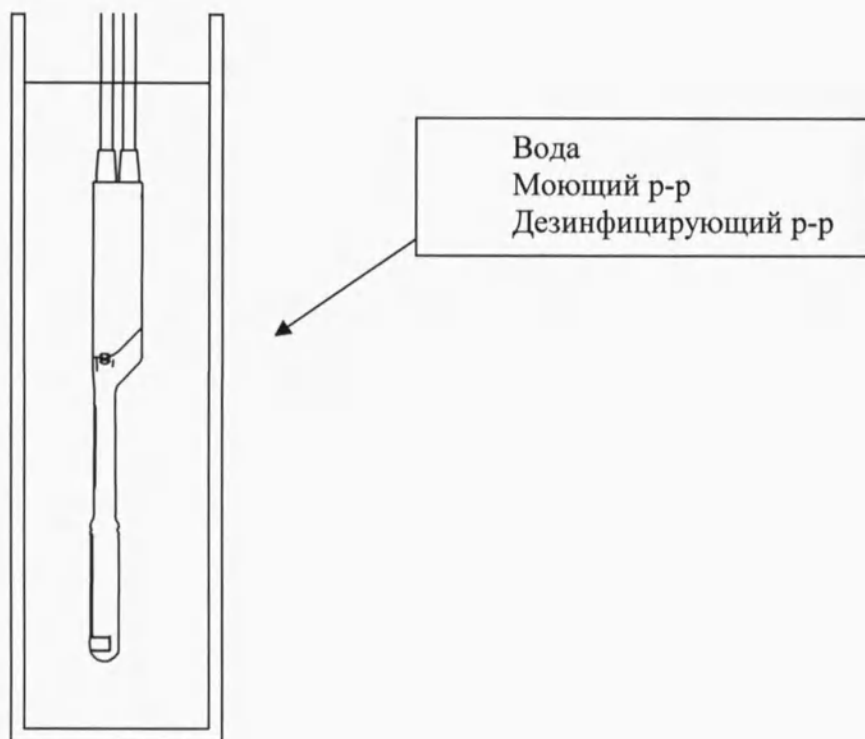

Рис. 8
- 2) Погрузите датчик в воду или энзиматический моющий раствор (см. Список поставщиков дополнений и средств для обработки датчика, см Рис.8). Следуйте инструкциям производителя по применению, разведению и времени замачивания в моющем растворе.